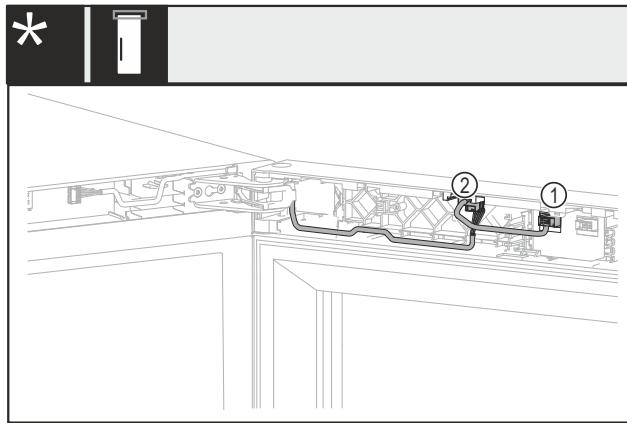

Fig. 18 Без замка або з механічним замком\*
- Витягніть штекер Fig. 18 (1)\*.
- Витягніть штекер Fig. 18 (2)\*.